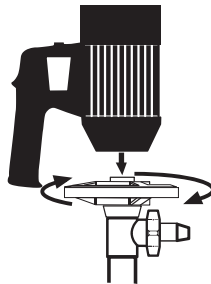
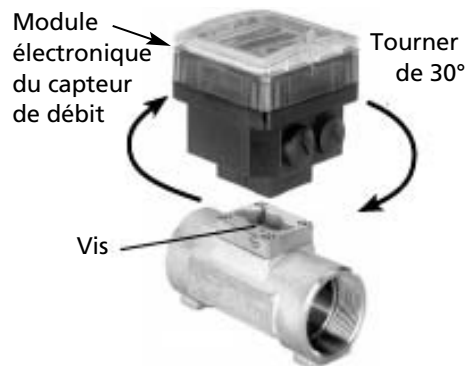

Figure 5
Figure 6 – Capteur de Débit
1DLR6, raccorder le moteur électrique au tube de la pompe au moyen du volant de manœuvre gris. Voir la Figure 5, puis passer à la Figure 9.
4. Pour les modèles 1DLR3, 1DLR4, 1DLR5 et 1DLR6, suivre les instructions de montage du moteur et de la pompe (voir la Figure 5) puis passer au Figure 6 pour les instructions relatives au débitmètre.
Le module électronique du capteur de débit (Figure 6) peut être facilement mis en place dans la chambre de débit au moyen du système de raccordement spécialement conçu pour cela (Figure 6).
5. Fixer le capteur de débit (Figure 6) à la chambre de débit au moyen du raccord rapide et tourner de 30°.
6. Serrer le boîtier électronique au moyen des vis (Figure 6).